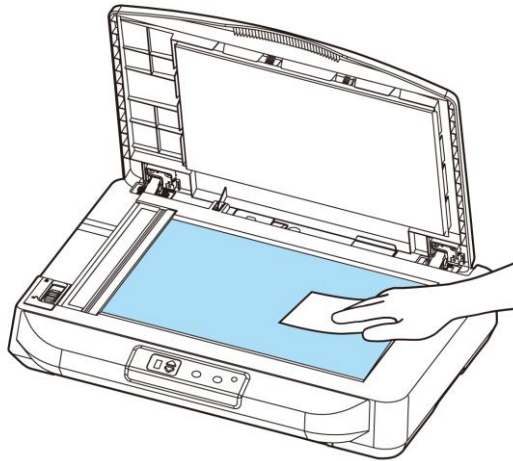

Abbildung 7-1 Der Reinigungsbereich
- 2) Öffnen Sie die Dokumentenabdeckung wie in Abb. 7-1 gezeigt. Wischen Sie die Glasfläche ab.